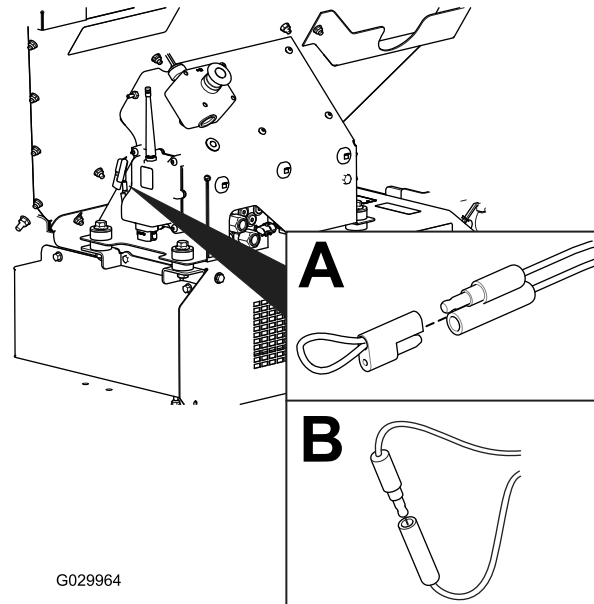

Figura 59
2. Retire a tampa dentada dos dois conectores de diagnóstico do shunt (Figura 59, A).
3. Ligue os conectores de diagnóstico do shunt em conjunto (Figura 59, B).
2. Desligue os conectores de diagnóstico do shunt (Figura 59, B).
3. Empurre a tampa dentada para os dois conectores de diagnóstico do shunt (Figura 59, A).